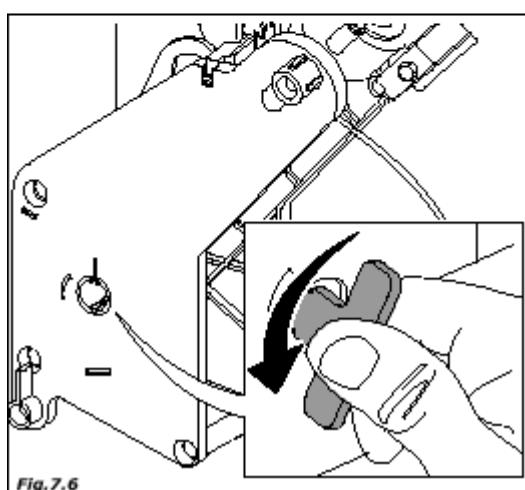

Fig. 7.6
- удалите все остатки кофе; для облегчения выполнения этой задачи установку для кофе можно вынуть из аппарата (рис. 7.6).